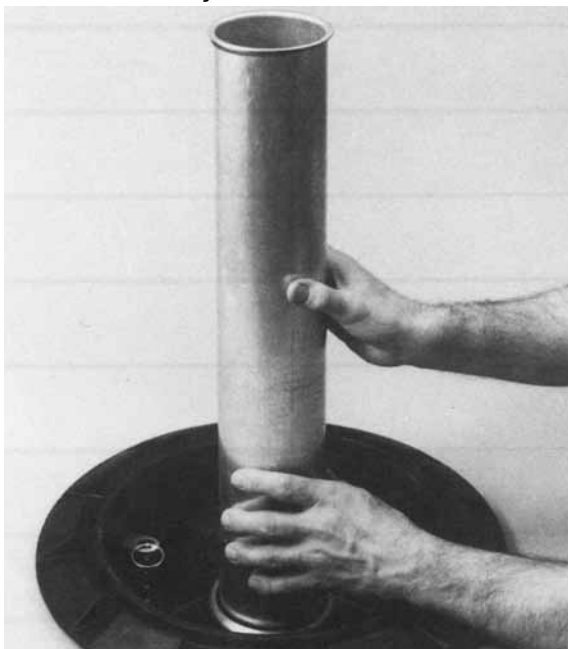

Figura 13: Abaixar no tubo de Carga
11. Meça a dimensão "D" do tanque (Figura 1) e subtraia 6" (152 mm)*. Medindo a partir do mesmo lugar que o Item 4, marque a dimensão "D" na extremidade inferior do tubo de descarga. Corte o tubo nesta marca a 45° e lime as rebarbas (veja Figura 13). Também o ponto mais baixo do tubo de descarga não deve se projetar abaixo do mínimo especificado pelo fabricante do tanque. *Ou de acordo com as exigências locais.
5. Cuidadosamente baixe o conjunto completo pelo tubo de carga. Segure a unidade apenas pela parte superior do tubo de descarga (veja Figura 13).